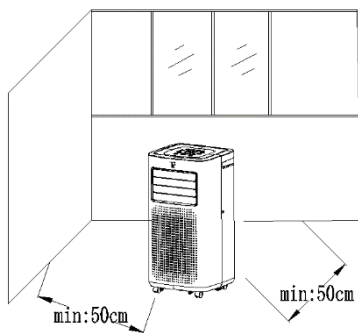

Fig.1
- Poggiare l'apparecchio su una superficie piana nelle vicinanze di una presa di corrente adatta, a min. 50 cm di distanza da altro oggetti (vedi Fig. 1).